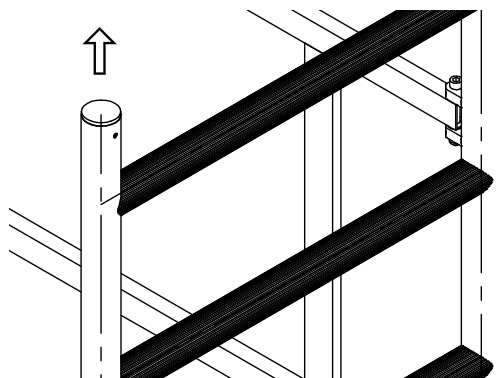

Rys. 65 Montaż stężeń poziomych
2. Następnie należy za pomocą kluczy zawartych w zestawie zamontować bramkę do drabin. Należy pamiętać o zamontowaniu podkładek (Rys. 65).